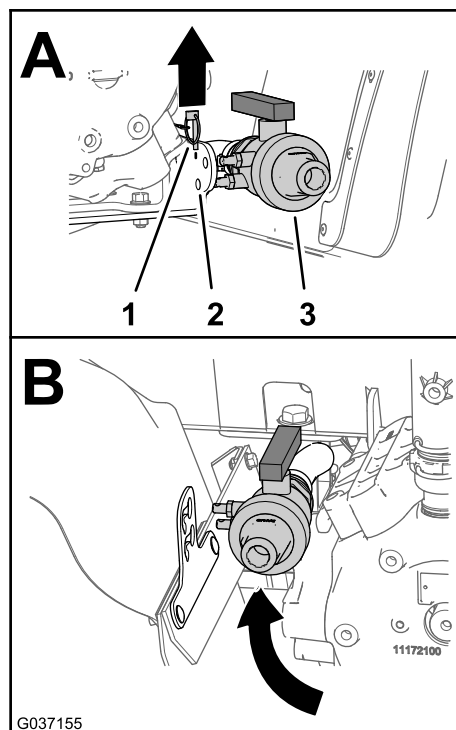

図 11
- ドレンバルブをポンプブラケットに固定しているコッターピンを抜く 図 11。
- ドレンバルブを、左後部フェンダとポンプとの間に移動する 図 11。